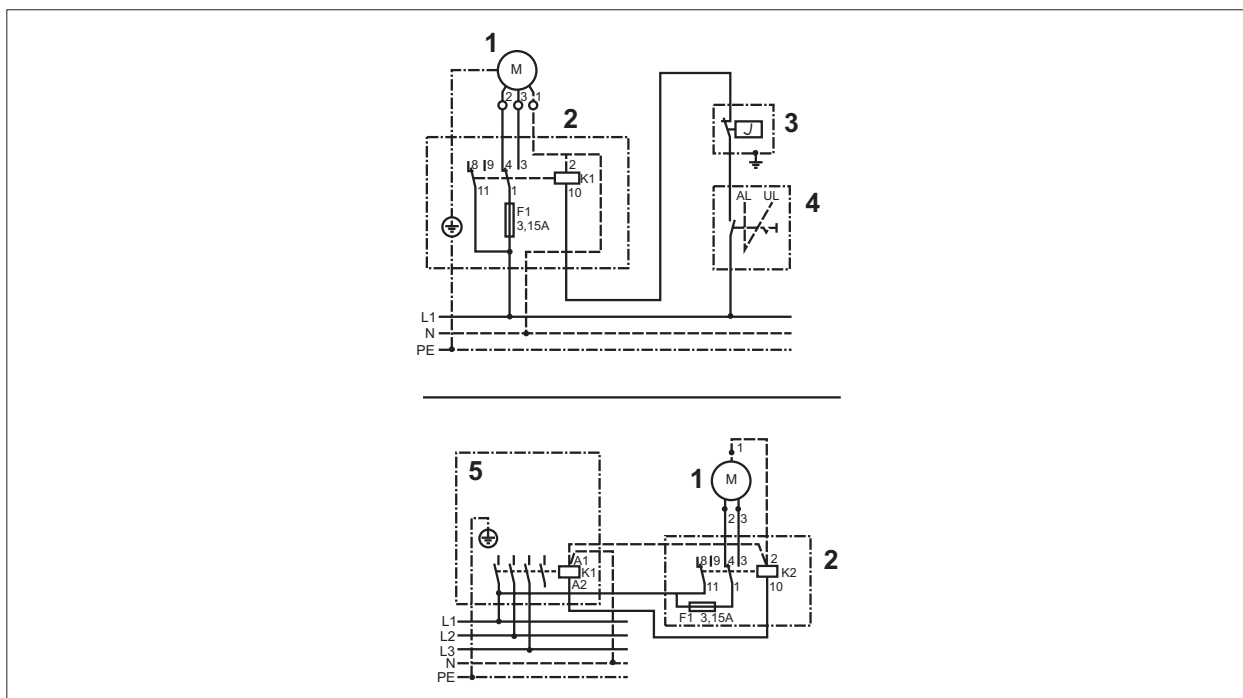

Рис. 7.10 Схема соединения автоматического реле A1
- ▶ Рис. 7.10 Схема соединения автоматического реле А1 См.